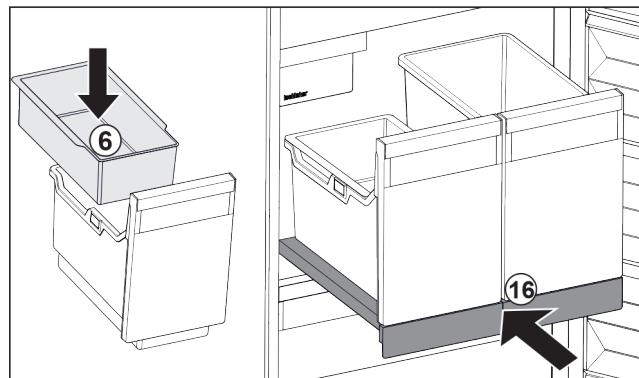

Fig. 87
- Vsad'te závěsnou misku Fig. 87 (6) pro kostky ledu.
- Zasuňte vysouvací přihrádku s nádobou (IceTower). Fig. 87 (16)